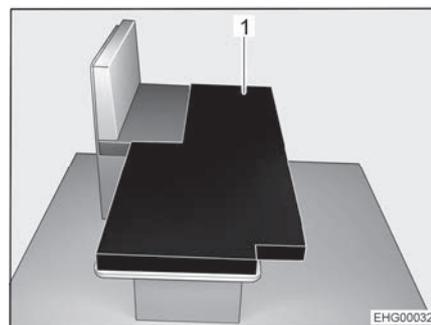

Fig. 44 Dopo la trasformazione
- Posizionare il cuscino aggiuntivo (Fig. 44,1) come illustrato, sul tavolo ribassato.